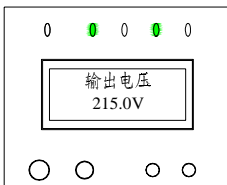

图 3-12
1. 有市电情况下（且市电正常），按下“关机”键，直至听到“嘀——”的提示声（按下该键约 1 秒钟），逆变指示灯灭，旁路指示灯亮，如图 3-12 所示，UPS 转为旁路供电模式运行。